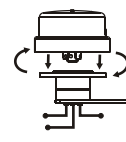

Figura 5
- 5) Nos modelos com conector (RFE-30,35 e 70), o relé deve ser pressionado e girado no sentido horário, conforme ilustra a **Figura 5**.